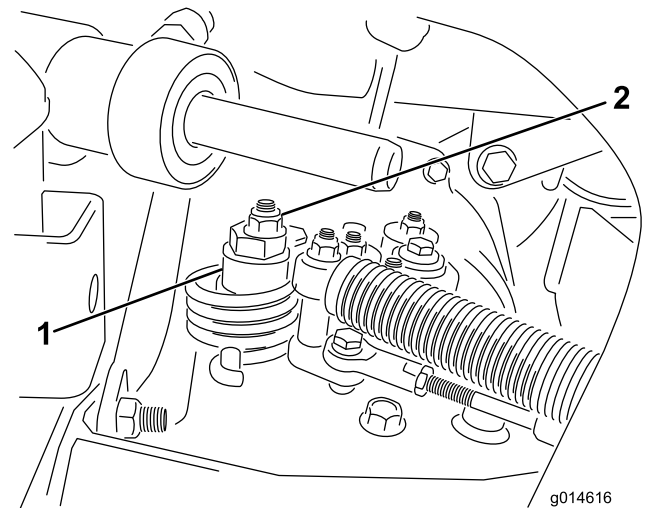

Figure 46
A. Desserrez l'écrou de fixation de l'excentrique en haut de l'hydrostat (Figure 46).
- C. Tournez l'excentrique jusqu'à ce que la roue ne tourne plus dans aucune direction. Lorsque la route arrête de tourner, serrez l'écrou pour bloquer l'excentrique et le réglage (Figure 46). Vérifiez le réglage avec la commande d'accélérateur en position BAS RÉGIME, puis HAUT RÉGIME.